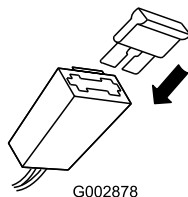

Figura 24
2. Introduzca el fusible en el portafusibles (Figura 24).